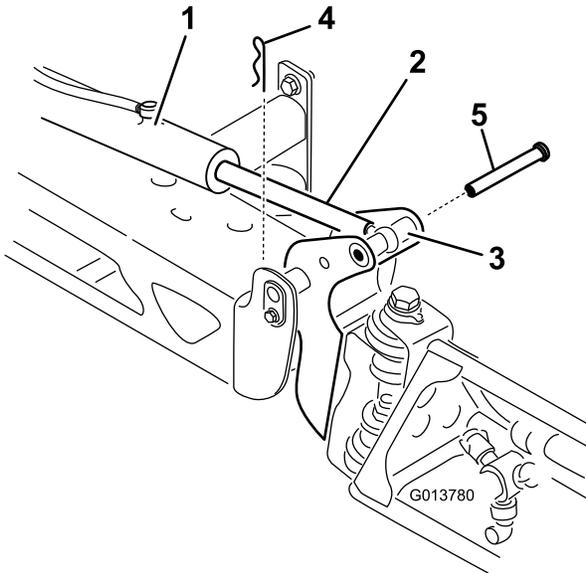

Figura 63
- Retire o contrapino do pino de articulação (Figura 63).
- Eleve rampa e retire o pino (Figura 63) e lentamente baixe a rampa para o solo.
- Enquanto segura na rampa, insira o pino através tanto da articulação da rampa como da barra do acionador (Figura 63).